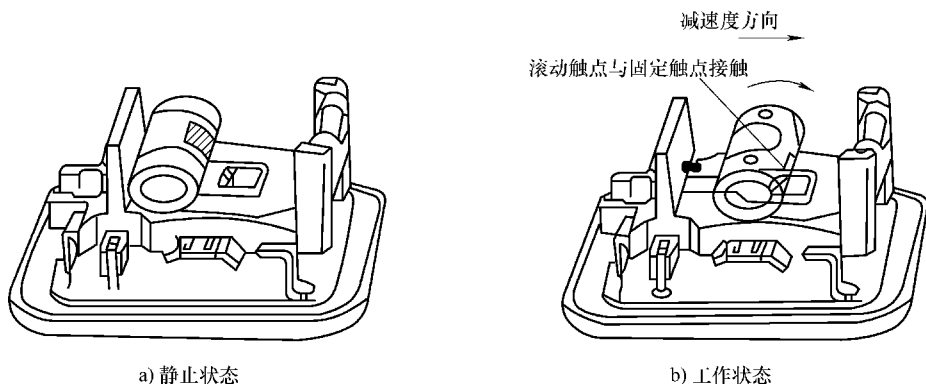

图 7-15 滚轴式碰撞传感器的结构原理
(2) 工作原理 滚轴式碰撞传感器的工作原理如图 7-15 所示。